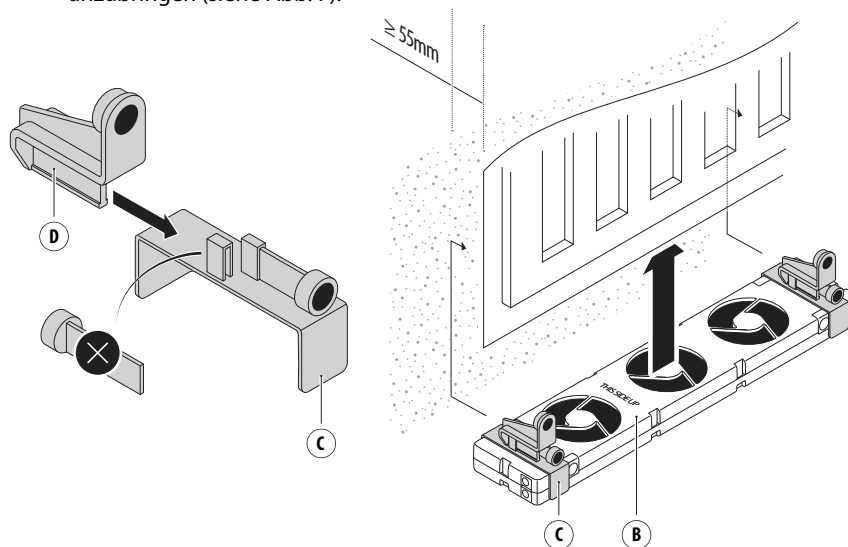

Abb. 7 - Anbringen des SpeedComfort (B1) an einem Einzelplatten-Heizkörper.
4. Verwenden Sie die **verstellbaren Magnete** (c1, c2, d1, d2) an den **Halteungen** (C1, C2, D1, D2), um den **SpeedComfort** (B1) an dem Einzelplatten-Heizkörper anzubringen (siehe Abb. 7).